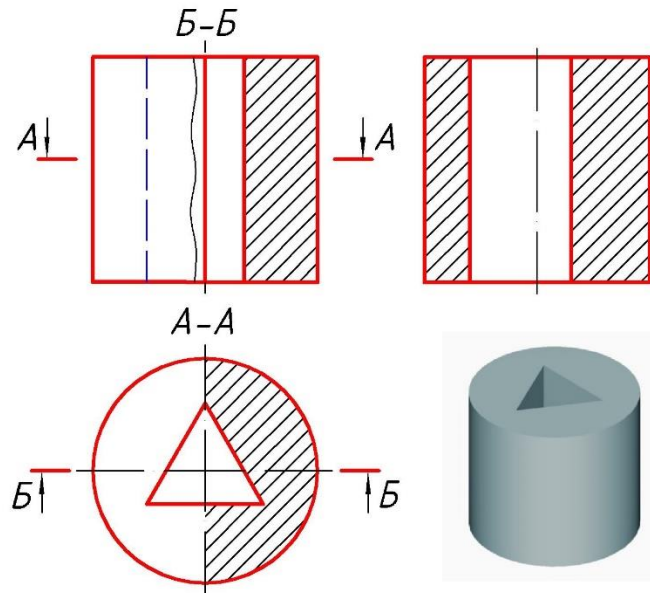

Рис. 55
- 1) **горизонтальные** - секущая плоскость параллельна горизонтальной плоскости проекций (разрез А-А на рис.55);
- 2) **вертикальные** - секущая плоскость перпендикулярна горизонтальной плоскости проекций (фронтальный Б-Б и профильный разрез на рис. 55);
1) Если при этом изображение получается симметричным, то следует **соединять** половину вида с половиной соответствующего разреза (А-А на рис.55). линией соединения вида и разреза будет **штрих-пунктирная линия**.
2) Если ребро предмета совмещается со штрих-пунктирной линией соединения вида и разреза, то вид и разрез **разделяют** сплошной волнистой линией так, чтобы ребро предмета было видимым (Б-Б на рис. 55).
- не разделены какими-либо другими изображениями (например, профильный разрез на рис. 55).